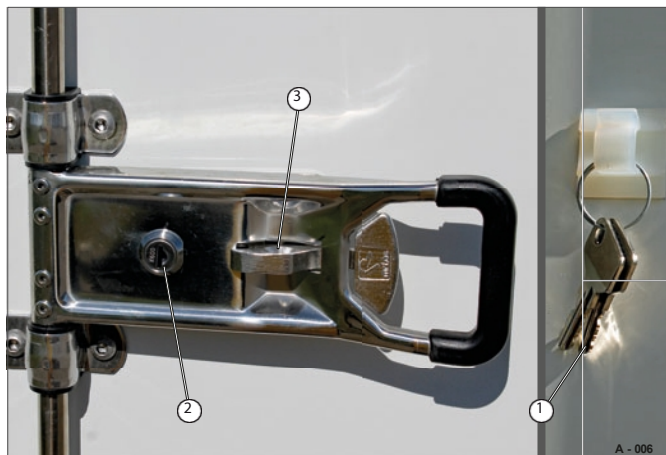

Fig. 6 Fechadura Espagnolette (bloqueada)
As chaves fornecidas (Fig. 6/1) encontram-se na parte de trás da carroçaria.
Em alternativa, a fechadura da espagnolette pode ser bloqueada com um cadeado na perfuração (Fig. 6/3) para impedir a abertura não autorizada.
- Desbloquear o cilindro de bloqueio (Fig. 6/2) com uma chave.
Os ganchos de bloqueio (Fig. 6/1) saem dos parafusos de bloqueio (Fig. 6/2) em cima e em baixo.